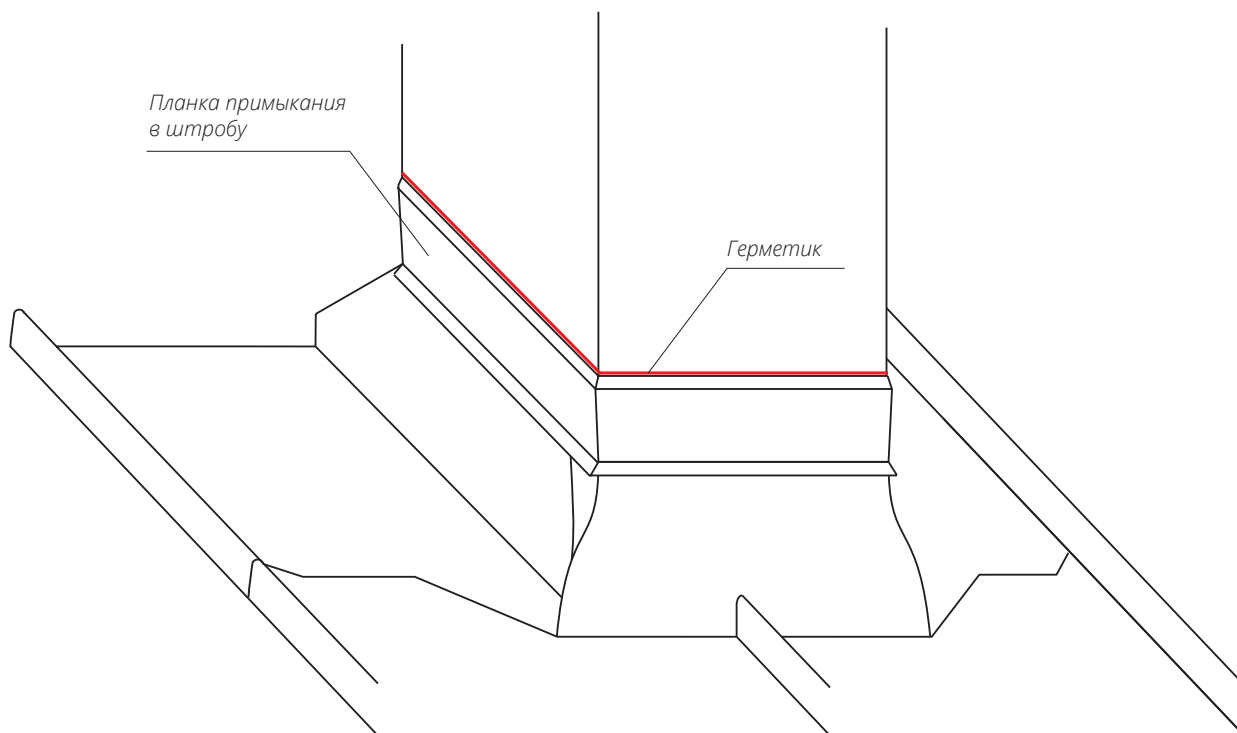

Рисунок 14
- По периметру трубы, поверх смонтированных элементов, закрепите Планку примыкания в штробу (Планку примыкания внакладку) рис. 14.